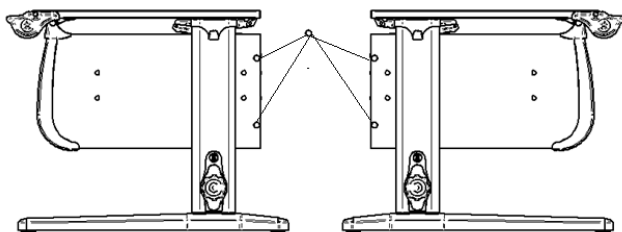

Рис. 22
5.1. Установить заглушки конфирмат (поз. 5, пакет № 75) согласно рис. 22; 23.